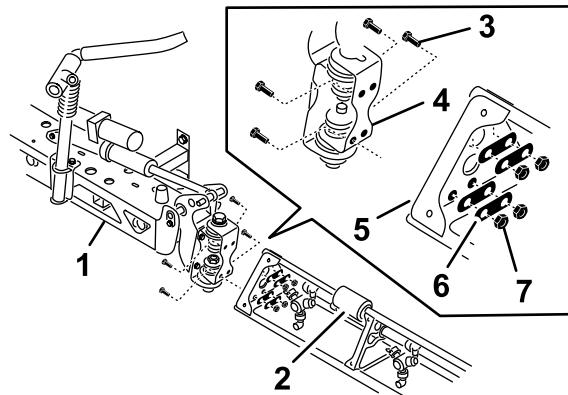

Figure 40
- Faites pivoter chaque support d'articulation au bout de la section de rampe centrale de ce que les supports soient alignés verticalement (Figure 40).
4. Fixez la plaque d'articulation à la plaque triangulaire à l'aide des 4 boulons à embase, 4 plaques d'appui et 4 contre-écrous à embase (Figure 40) que vous avez retirés à l'opération (1).
6. Placez la tige du vérin de levage de la rampe en face des trous dans la fourche du support d'articulation (Figure 40).
7. Fixez la tige à la fourche du support d'articulation à l'aide d'un axe de chape et d'une goupille fendue (Figure 40).